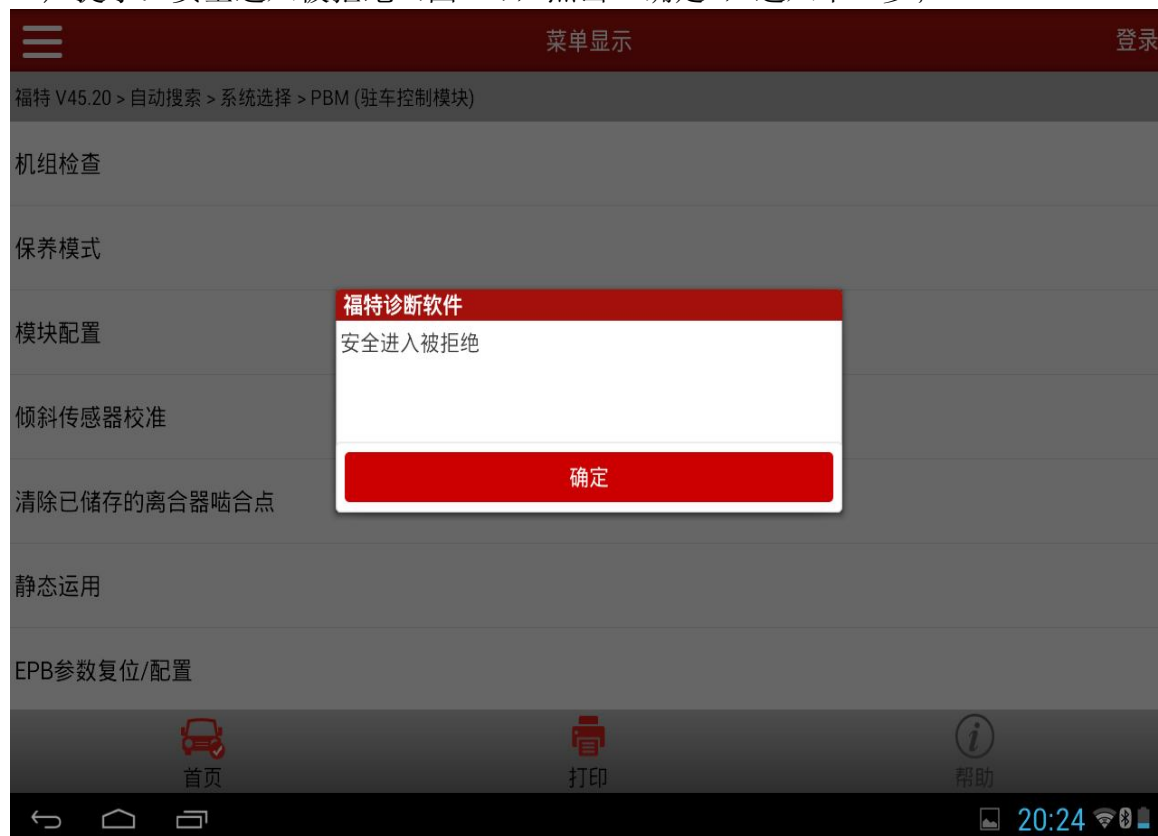

图 13
13). 提示：安全进入被拒绝（图 13），点击“确定”，进入下一步；